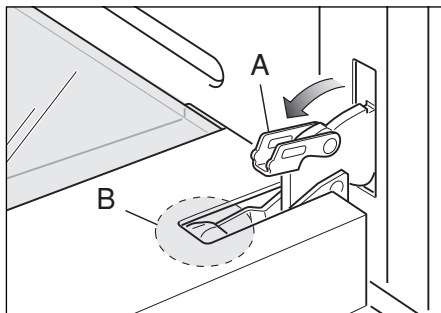
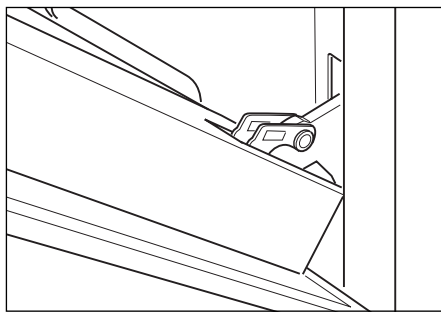

Fig. 44b
Fig. 44c
- Ouvrez entièrement le levier « A » sur les charnières de gauche et de droite (Fig. 44b).
- Refermez doucement la porte (Fig. 44c) jusqu'à ce que les charnières gauche et droite s'accrochent sur la partie « B » de la porte (Fig. 44b).